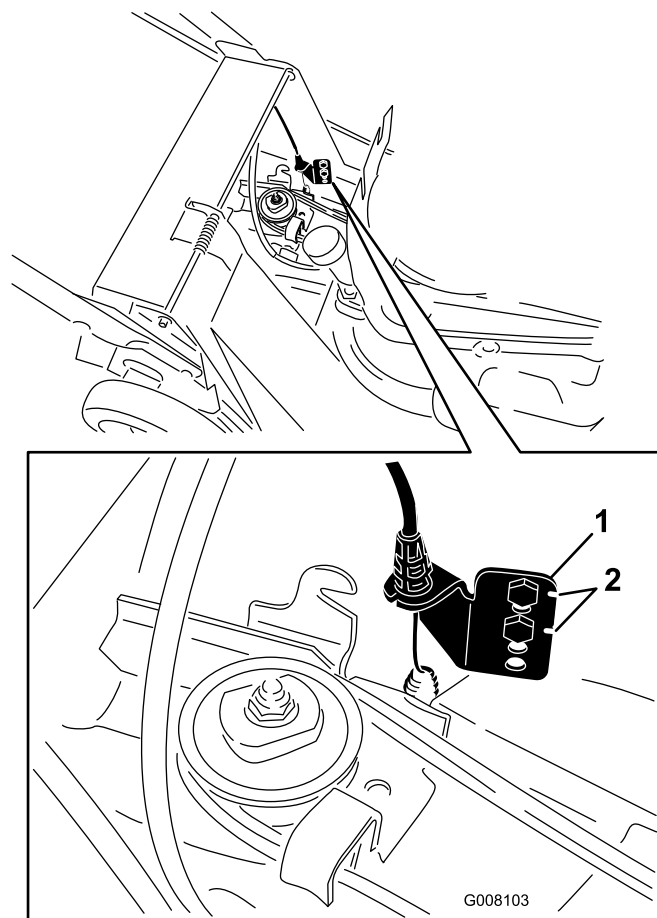

Figura 27
7. Retire los tornillos del soporte de anclaje inferior (Figura 27).
**Nota:** La cubierta inferior de la correa ha sido retirada en Figura 27 para mayor claridad. No es necesario retirar la cubierta inferior de la correa para realizar este procedimiento.
8. Mueva el soporte de anclaje un taladro hacia arriba (Figura 27).
**Nota:** Cuando instale una correa nueva, vuelva a colocar el soporte de anclaje inferior a su posición original de fábrica, indicada por las muescas situadas junto a los taladros del soporte (Figura 27).